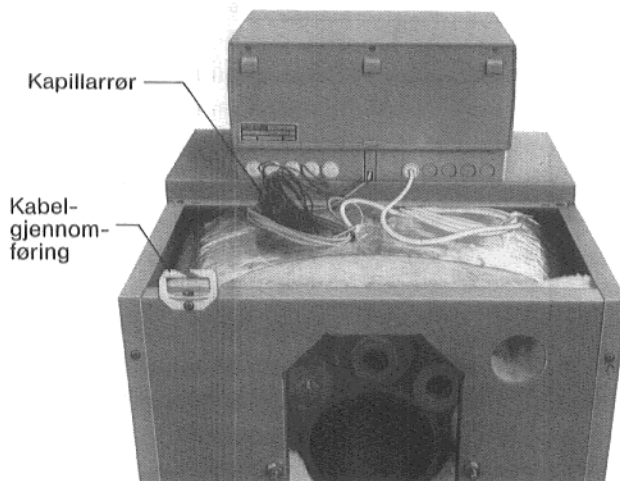

Fig. 14
9.8 **Overskytende kapillarrør** legges på isolasjonen i kjelen – ikke i kontrollpanelets sokkel (Fig. 14).
9.10 **Blindplate** settes på plass i sokkelen (Fig. 14).
Alle kabler som monteres på anleggsplassen kan legges inn i kabelgjennomføringen (Fig. 14).